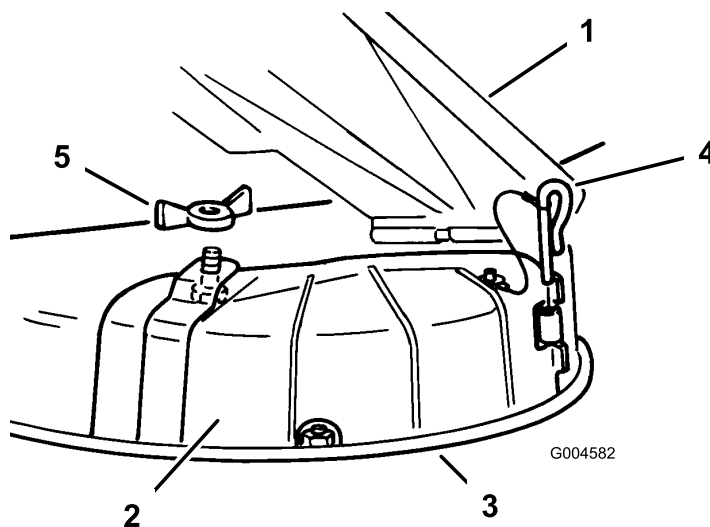

Figura 11
3. Togliete il dado ad alette e il bullone di posizionamento del coperchio (Figura 11).
4. Rimuovete il perno della cerniera che fissa il coperchio al piatto (Figura 11).
3. Sollevate il deflettore di sfalcio, posizionate il coperchio di scarico sull'apertura del bordo inferiore dell'apparato di taglio ed inseritelo sulla parte anteriore della cerniera (Figura 11).
4. Fate scorrere il perno di cerniera sulla cerniera (Figura 11).
5. Fissate il coperchio di scarico al tosaerba con il dado ad alette (Figura 11).